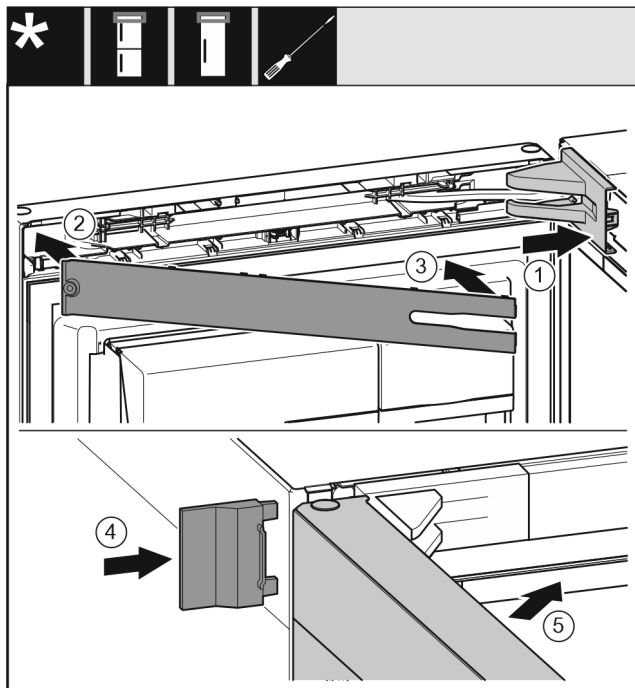

Fig. 31
- ▶ Stavite pokrov podloška ležaja Fig. 31 (1) i pustite ga da se uglati, po potrebi ga oprezno razdvojite.
- ▶ Natakните masku Fig. 31 (2).
- ▶ Maska Fig. 31 (3)
- ▶ Natakните vanjski poklopac Fig. 31 (4).
- ▶ Zatvorite gornja vrata Fig. 31 (5).